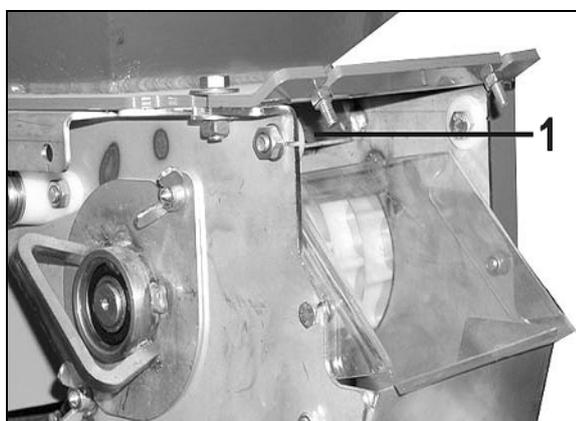

Fig. 90
2. Poussez le clapet (Fig. 90/1) jusqu'en butée dans le doseur.